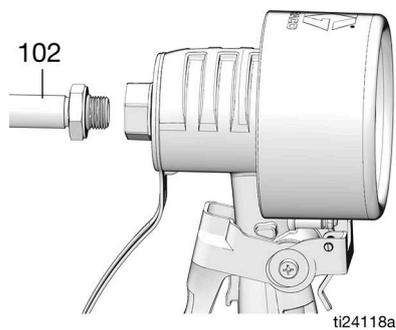

FIG. 5
**REMARQUE :** ne pas utiliser de ruban en PTFE ni de produit d'étanchéité pour filetages sur les filetages de la rallonge (102). Ceci pourrait provoquer une fuite au niveau du raccord.
- b. Enfiler la rallonge (102) dans le boîtier du compteur comme indiqué sur la FIG. 5, jusqu'à ce qu'elle s'enfonce.